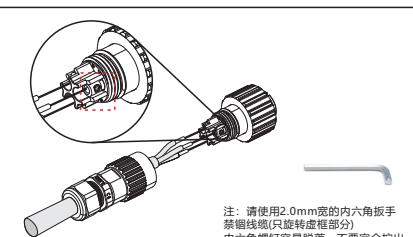

图 4.18 连接电缆线
b) 将黄绿线固定到接地端，将红线（或褐色线）固定到火线端，将蓝线（或黑色线）固定到零线端，紧固连接器上的螺丝（如图4.18）。请轻拽线缆以确保连接稳固。